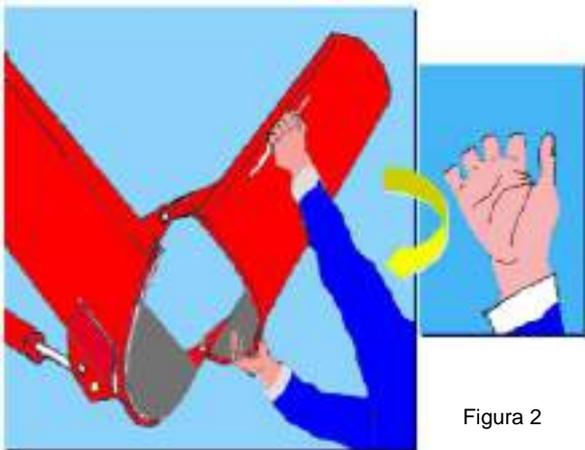

Figura 2
- Gli addetti al getto dovranno maneggiare e agganciare con cura i tratti di canala aggiuntiva per prevenire il rischio di cesoiamento alle mani (cfr. Figura 2).